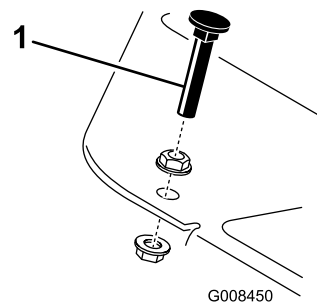

Bild 43
Treten Sie auf das Gaspedal. Wenn das Pedal den Anschlag erreicht (Bild 43), bevor das Kabel gespannt ist, müssen Sie die Einstellung ändern:
1. Lösen Sie die Bundsicherungsmuttern, mit denen der Pedalanschlag an der Bodenplatte befestigt ist (Bild 43).